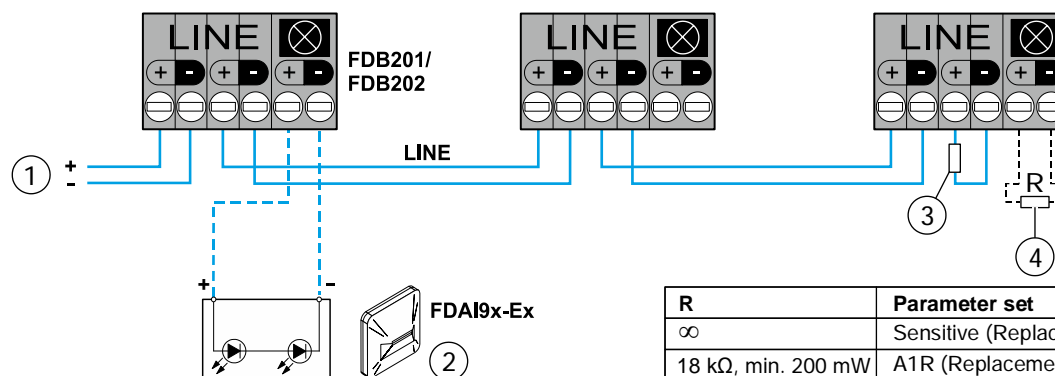

Fig. 5
- Collective: See Fig. 5
- Kollektiv: Siehe Fig. 5